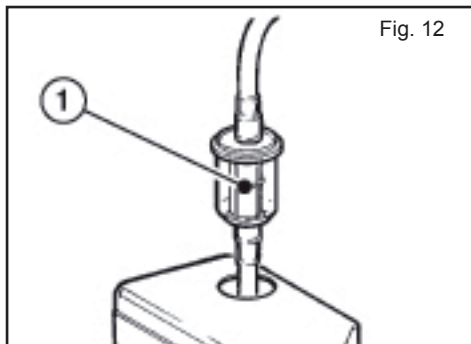

Fig. 12
- Controllare periodicamente il filtro gasolio (fig. 12, pos. 1), se deteriorato o troppo sporco sostituirlo.